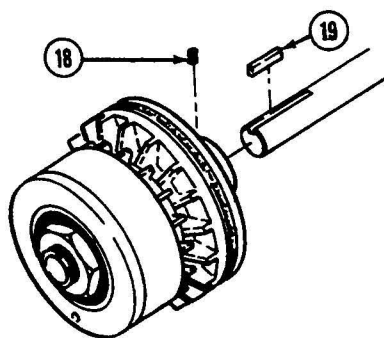

Figure 1. Montage sur rouet et axe-guide.
1. Insérer la clavette (19) dans le logement de clavette (Figure 1.)
2. Glisser l'Air Champ II sur l'arbre aussi loin que possible, la clavette complètement insérée dans le logement de clavette de l'axe/arbre (6) (Figure 1.).